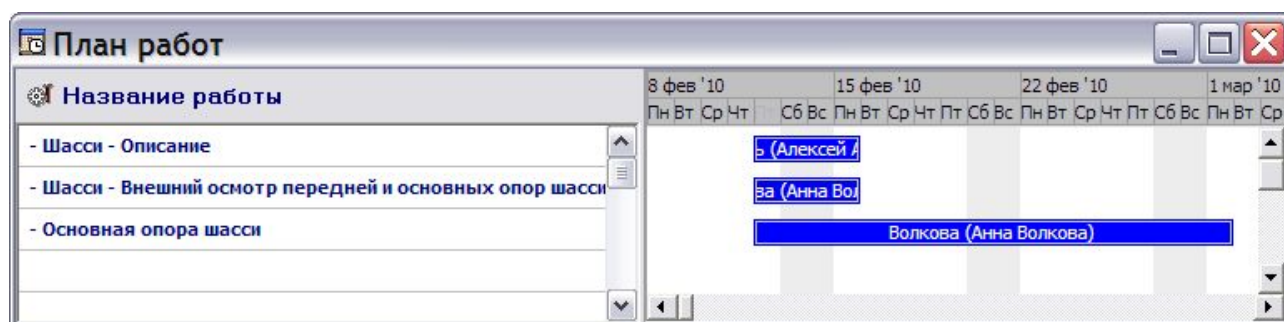
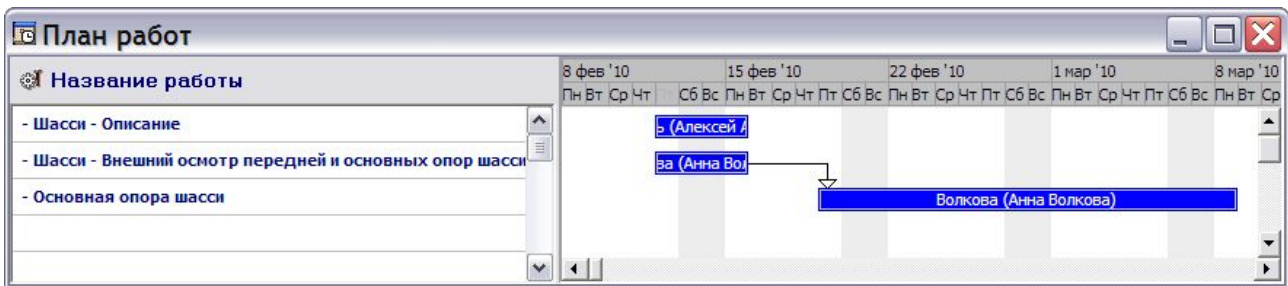

Рис. 2.97
Рис. 2.98
верхней части диалогового окна **Структура раздела**. При выборе данного инструмента появится окно **План работ** (Рис. 2.97).
2. Примеры, показанные на Рис. 2.97 и Рис. 2.98, не относятся к примеру, рассматриваемому во второй главе.
В процессе передвижения указателя мыши появится линия, соединяющая задачу и указатель. Эта линия после создания связи превратится в стрелку (Рис. 2.98)